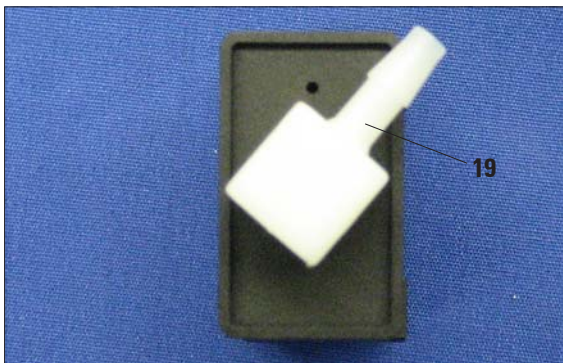

Fig. 28
Cuando dos estaciones de lavado deben estar situadas justo una al lado de la otra, el empalme (19) de la estación izquierda debe orientarse como se muestra en la Fig. 28.